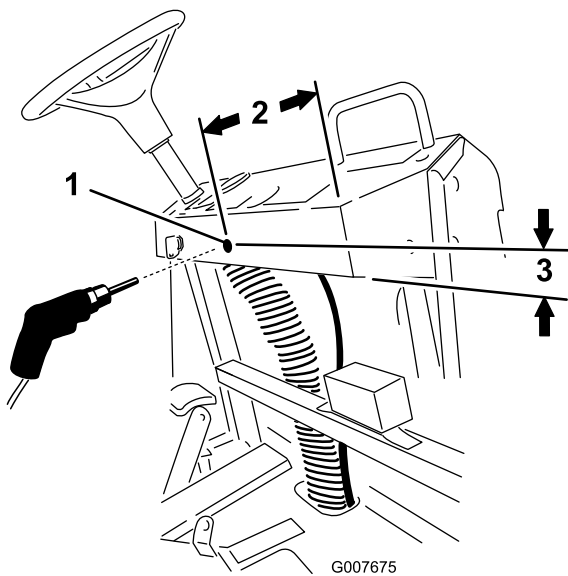

Figura 18
- A. Faça uma marca desde do lado direito do tablier a 25,4 cm e, em seguida, 3,8 cm da parte inferior do tablier (Figura 18).